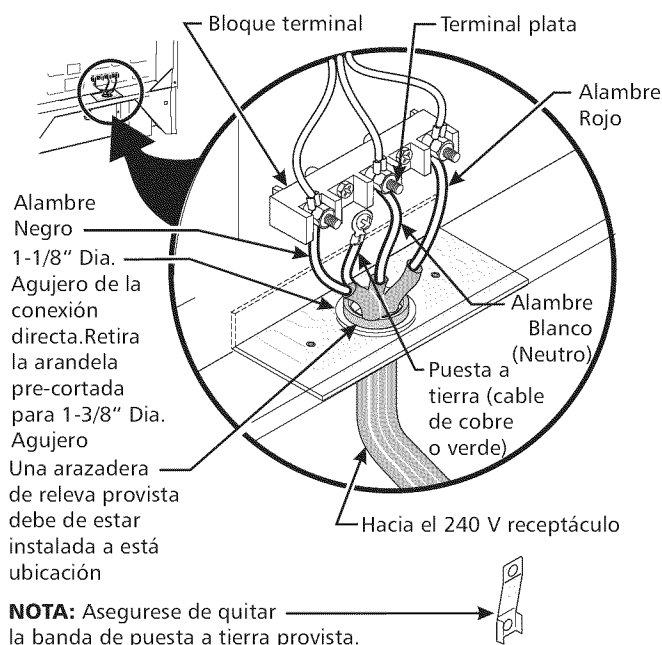

Figura 5
Para las casas sobre ruedas, las nuevas instalaciones, en los vehículos de recreación o en las áreas donde los códigos locales no permiten la conexión del conductor a tierra al neutro, un ensamblaje de suministro eléctrico de 4 conductores para estufas, clasificado a 125/250 voltios 30A, debe de ser utilizado (ver la figura 5).
3. Utilizar los tuercas suministraron en el paquete de la literatura para conectar el alambre de tierra (verde) del cable de bronce del suministro eléctrico al armazón del electrodoméstico con el tornillo de la base, usando el hoyo del armazón por donde retiró la correa de la base (vea figura 5).
Si el aparato está conectado directamente al cortacircuito, a la caja de fusibles o a la caja de empalmes, use un cable blindado flexible o no metálico recubierto de cobre (con alambre a tierra). Provee una abrazadera relevo de anclaje homologa UL a cada extremidad del cable. A la extremidad del electrodoméstico, el cable pase a través del agujero de la conexión directa (ver Figura 5) en el cordón de la placa de montaje. El tamaño de los alambres (**alambre de cobre solamente**) y las conexiones deben estar conforme al régimen del electrodoméstico.